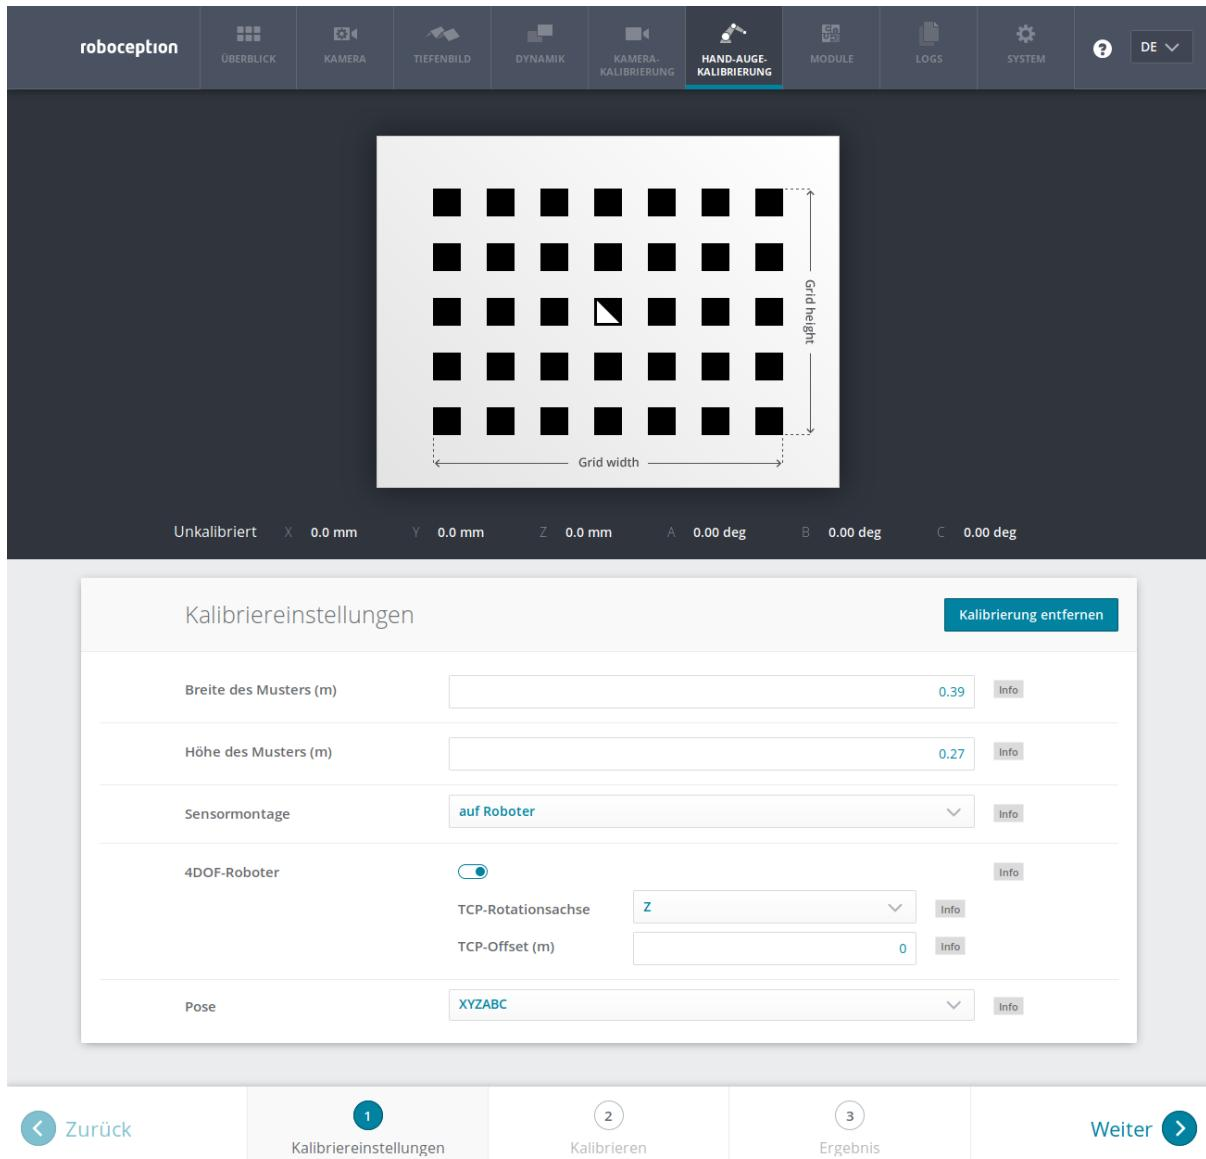

Abb. 6.22: Erfassung der Parameter zur Hand-Augen-Kalibrierung in der Web GUI des *rc\_visard*
**Web GUI-Beispiel:** Die Web GUI bietet eine Oberfläche, über die sich diese Parameter im ersten Schritt der Kalibrierroutine, wie in Abb. 6.22 gezeigt, erfassen lassen. Neben den Angaben zur Mustergröße und Kameramontage kann der Benutzer in der Web GUI auch die Kalibrierung von 4DOF-Robotern einstellen. In diesem Fall müssen die Rotationsachse, sowie der Offset vom TCP zum Kamerakoordinatensystem (für Kameras am Roboter) oder zur Oberfläche des Kalibermusters (für statische Kameras) angegeben werden. Außerdem kann das Format für Posen eingestellt werden. Dieses Format wird im nachfolgenden Schritt 2 des Kalibriervorgangs verwendet, um die Roboterposen zu übertragen. Folgende Formate sind möglich: XYZABC für Positionen und Eulersche Winkel oder XYZ+Quaternion für Positionen samt Quaternionen für die Darstellung von Drehungen. Für die genauen Definitionen siehe *Formate für Posendaten* (Abschnitt 13.1).